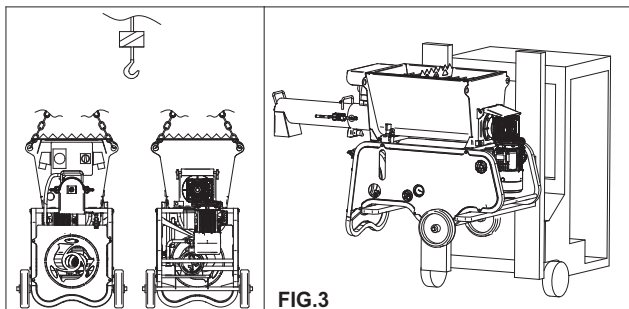

FIG.3
- ¡ATENCIÓN! Para elevar la máquina, emplee exclusivamente los puntos de enganche indicados en la fig. 3.
Para elevar la máquina, sujétela por las cuatro armellas específicas (fig. 3).